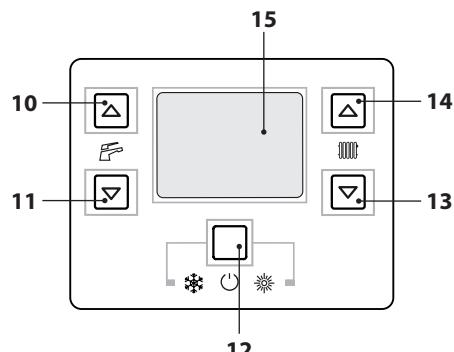

Figura 8.2
- Entre en la "modalidad de programación" pulsando simultáneamente durante 10 segundos los botones 12-13-14 (Figura 8.2) hasta que aparezcan en el display LCD las letras **P01** que se alternan con el valor del parámetro, indicando que se ha entrado en el "parámetro 01" (Figura 8.3).
- Pulsando simultáneamente durante 10 segundos los botones 12-13-14 (Figura 8.2) se sale de la "modalidad de programación".
- Pulsando el botón 12 (Figura 8.2) se confirma el valor introducido.
- Pulsando simultáneamente los botones 12 y 13 (Figura 8.2) se sale sin modificar el valor (se vuelve a la lista de parámetros Figura 8.4)